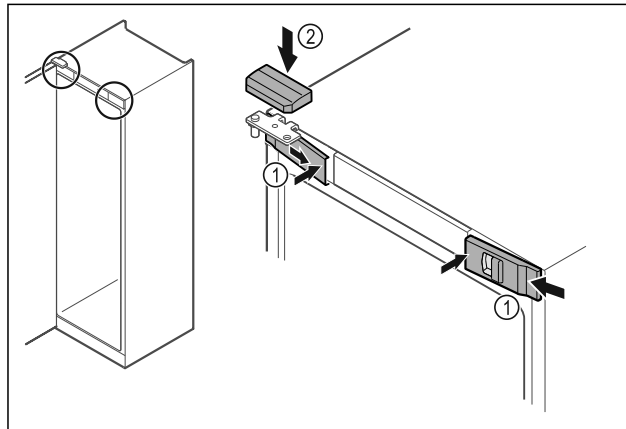

Fig. 53
- ▶ Obesite sprednje pokrove Fig. 53 (1) stransko in jih namestite v notranjosti, da se zaskočijo.
- ▶ Zgornji pokrov Fig. 53 (2) namestite z zgornje strani.